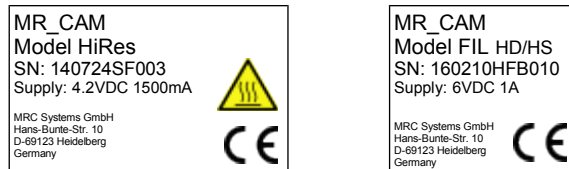

Abbildung 11: Kennzeichen an der Kamera (links) und der Filterbox (rechts)
Am Kameragehäuse befindet sich ein Kennzeichen, das, wie in Abbildung 11 gezeigt, Informationen über den eingebauten Videosensor und die Seriennummer (SN) enthält. An der Filterbox befindet sich ein weiteres Kennzeichen.